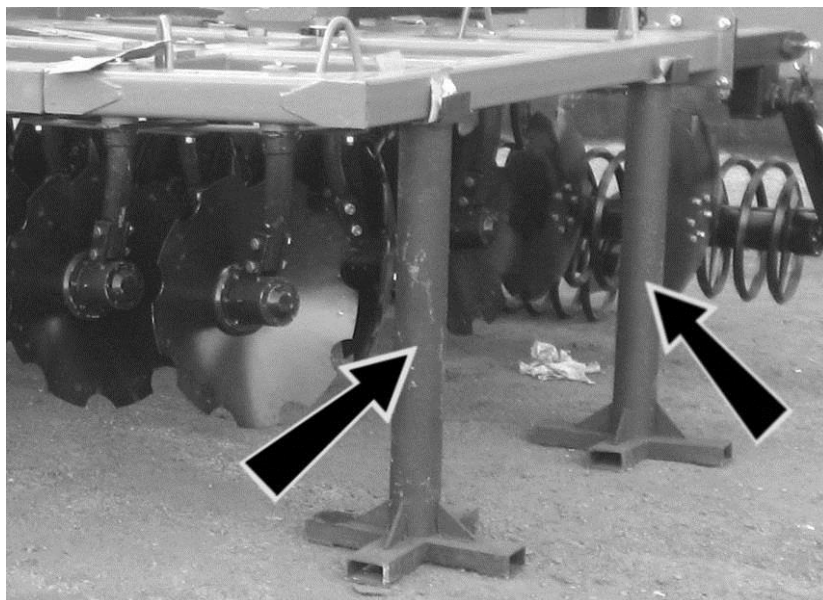

Рис. 4.1.2
4.1.4. Установите раму в сборе со стойками рабочих органов на подставки высотой примерно 750-800 мм (рис. 4.1.2). Для удобства установки режущих дисков подставки можно установить большей высоты. Подставки устанавливаются под балки центральной рамы.